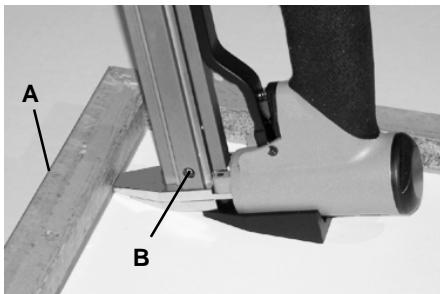

Abbildung 5
3. Legen Sie den Stabilisator-schuh flach auf die Rückwand, und drücken Sie das Ansatz-stück fest gegen den Rahmen, wie in Abbildung 5 gezeigt.